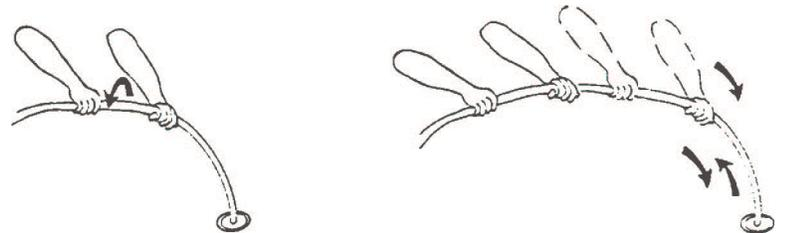

FIG. 6
13. Si la manguera de chorro de agua no avanza, puede ser necesario quitar la manguera adicional y retorcerla en forma de sacacorchos (ver Fig. 6).